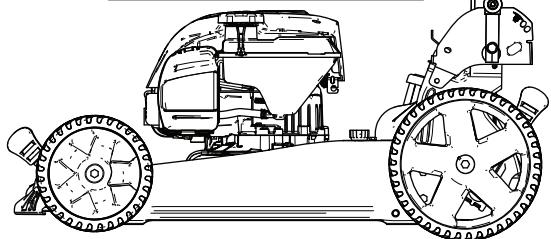

図 20
2. 図 20に示すように、ハンドルを前に折りたたんで縦位置または完全に前に倒した状態にする。